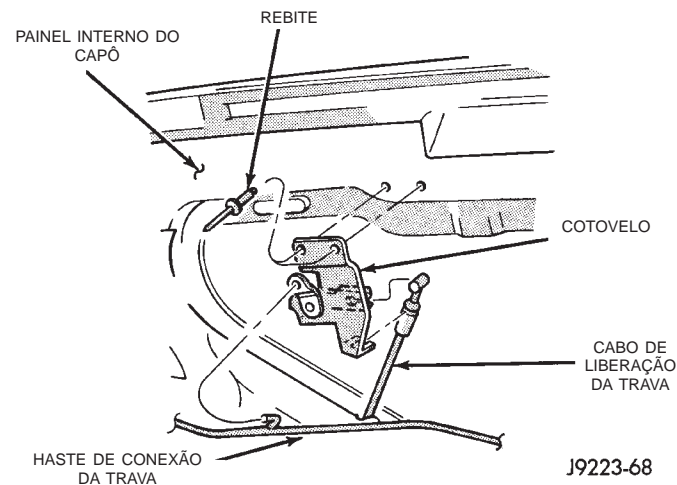

Fig. 6 Cotovelo do Cabo de Liberação do Capô
- (1) Fure as cabeças dos rebites do cotovelo do capô e remova-os (Fig. 6).
- (2) Desengate o cotovelo da haste da trava e do cabo de liberação do capô. Remova o cotovelo do capô.
- (3) Desengate o cabo de liberação do capô dos grampos do capô.
- (4) Remova o painel de acabamento lateral esquerdo do capô.
- (5) Remova os parafusos do suporte do cabo do painel lateral do capô.
- (6) Passe o cabo pelo painel de instrumentos e remova-o por baixo do painel.